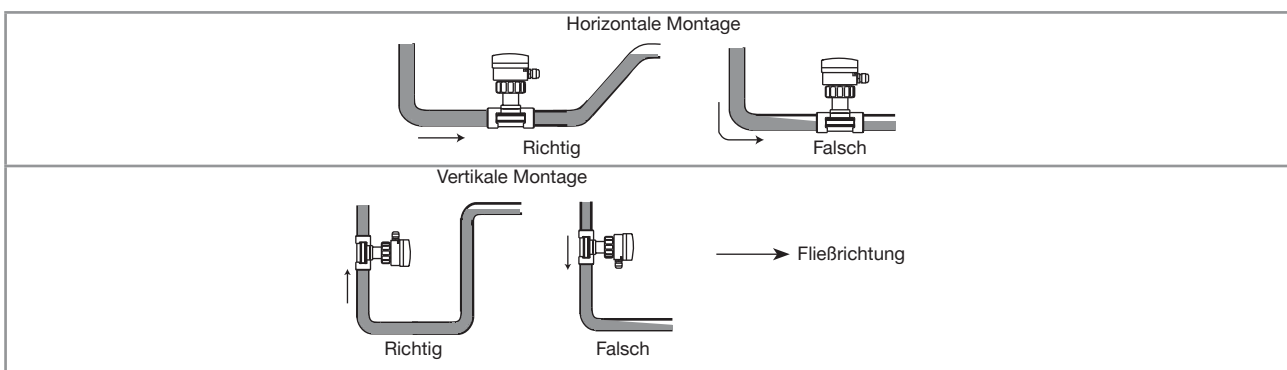

Abb. 5: Befüllen der Rohrleitung
- Sicherstellen, dass das Rohrleitung im Bereich um das Gerät herum immer gefüllt ist (siehe Abb. 5).
- Bei der vertikalen Montage darauf achten, dass die Durchflussrichtung nach oben zeigt (siehe Abb. 5).